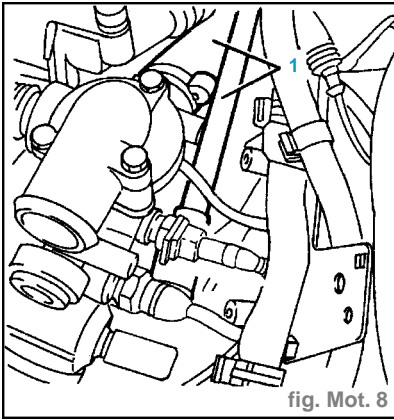

fig. Mot. 8
- Débrancher les conduits de refolement et de retour du liquide de refroidissement au niveau du dispositif de chauffage de la climatisation (1) (fig. Mot. 8).